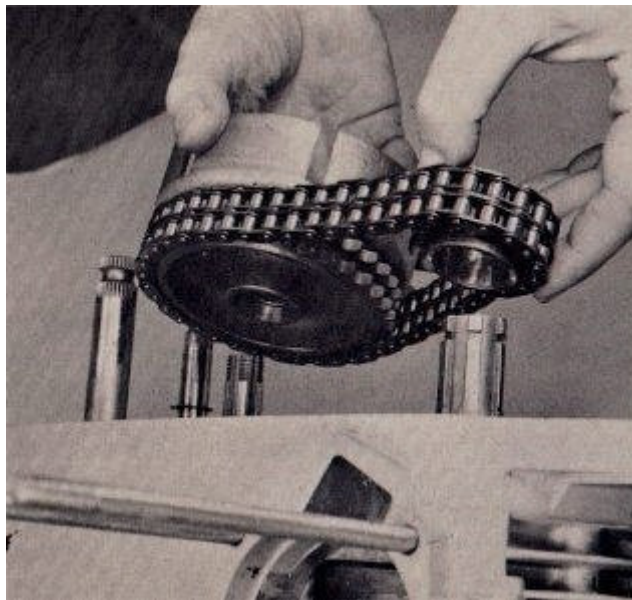

FIG. 97
13. Montar la cadena primaria sobre la rueda dentada del motor y el eje del embrague exterior. Como una unidad, se instalan en el motor de forma simultánea, deslizando la rueda dentada del motor sobre el eje impulsor junta elástica y el cubo del embrague en el eje principal exterior (Fig. 97).